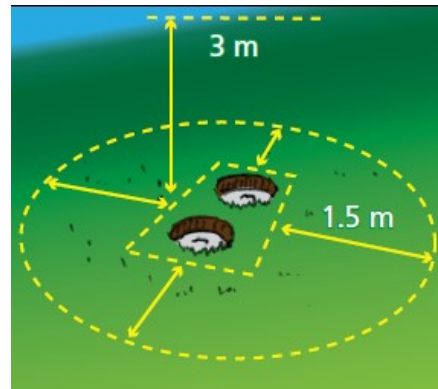

Fig. 2
2. S'assurer qu'aucune infrastructure (ex. : patio, structures de bois) ou élément décoratif (ex. : paillis, fleurs) ne recouvre les couvercles de la fosse. Il ne doit y avoir aucun obstacle dans un rayon de 1,5 mètre autour de la fosse ni à moins de 3 mètres au-dessus de l'installation septique. Fig. 2
2. The covers of the tank should be free of any structure or decorative elements, plants, etc. There should be no obstacles within 1.5 meters around the tank or within 3 meters above the septic system. Fig. 2